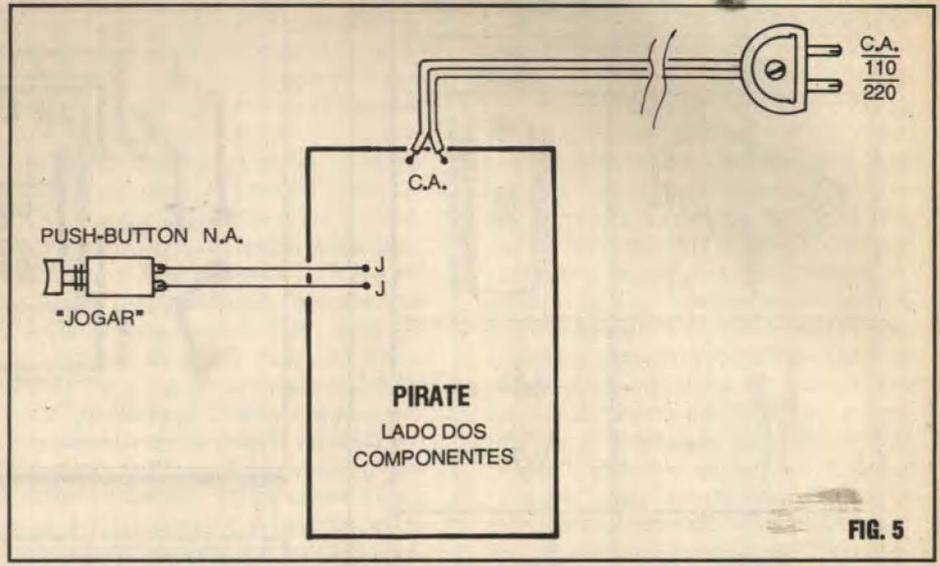

FIG. 5
- **FIG. 5 - CONEXÕES EXTERNAS À PLACA** - Resumindo-se às ligações do cabo de força ("rabicho") e aos terminais do *push-button*, as poucas (e *não polarizadas*, portanto sem problemas de identificação...) conexões externas à placa (esta ainda vista pela sua face não cobreada, como na figura anterior...) são mostradas no diagrama... Notem que embora os terminais do interruptor de pressão sejam